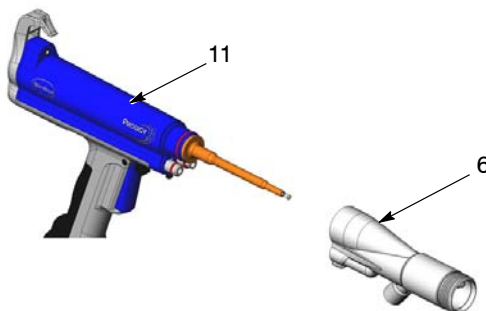

Bild 24 Demontering av adapter
5. Se bild 24. Drag av pistoladaptorn rakt ut från pistolkroppen (11).